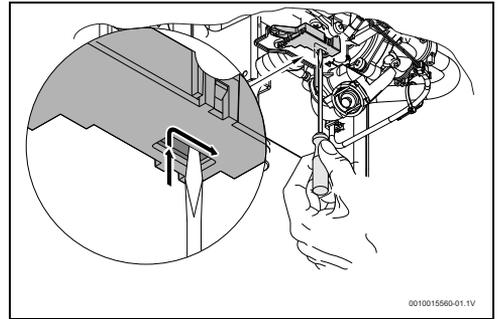

Fig. 24 Reseteo del microinterruptor
- ▶ Posicionar el microinterruptor según la fig. 24.